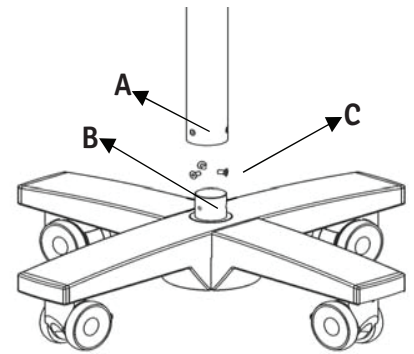

Fig. 7
1. Ouvrir la boîte du microscope. Sortir (colonne) de la boîte. Assembler la colonne sur l'arbre e la base en alignant les trous correspondants de la colonne (A) et l'arbre (B). Fixer avec (3) Vis de clé Allen M6x16mm (C) en utilisant une clé Allen de 4 mm comme indiqué dans la Fig. 7.